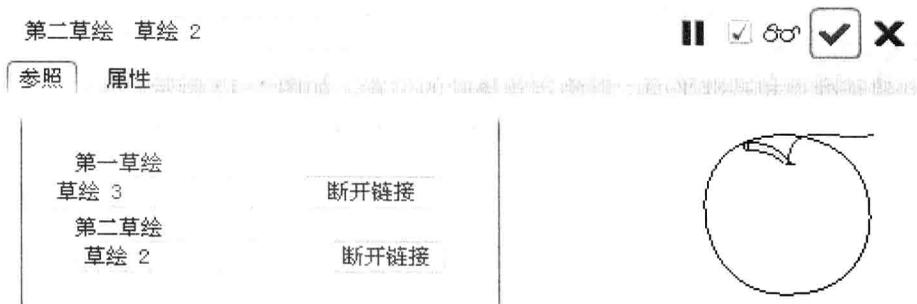

图 1-15 创建二次投影曲线（苹果叶外轮廓曲线）
- (4) 两曲线相交（二次投影 ）形成苹果叶的外轮廓曲线（半边），如图 1-15 所示。